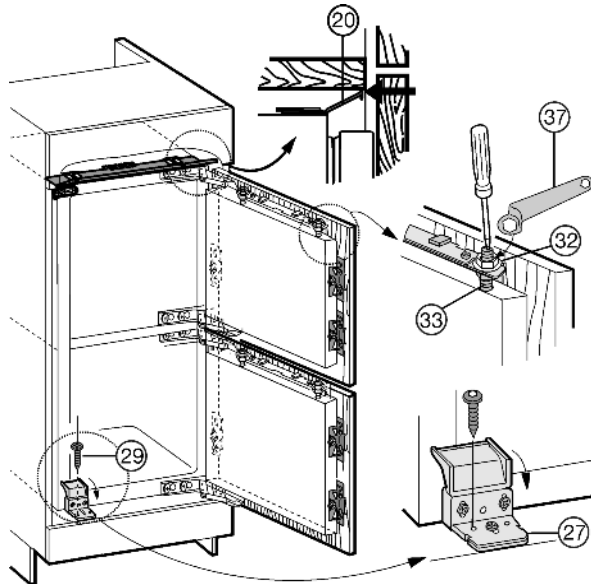

Fig. 30
(32) Contramoeren **(33)** stelbouten
(37) ringsleutel
- ▶ Contramoeren Fig. 30 (32) met de ringsleutel Fig. 30 (37) vastdraaien, daarbij stelbouten Fig. 30 (33) met een schroevendraaier tegenhouden.
- ▶ Opvulplaat Fig. 30 (20) indien nodig door verschuiven parallel met de onderkant van het meubel uitlijnen, zodat de plaat niet uitsteekt.
- ▶ Zet het apparaat onder met een tweedeschroef Fig. 30 (29) door de kunststof hoek Fig. 30 (27) in het ronde gat vast.